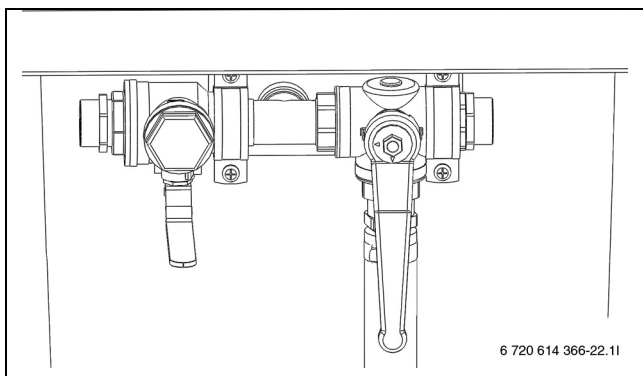

Bild 38 Påfyllnadsstation i blandningsläge
- Vrid ventilerna på påfyllnadsstationen så att de står i blandningsläge (→ Bild 38).